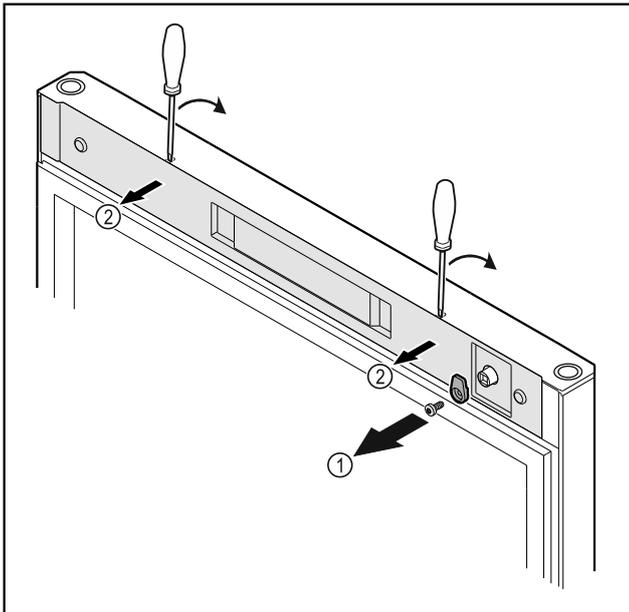

Fig. 12 \*
- ▶ Schließhaken Fig. 12 (1) abschrauben.\*
- ▶ Abdeckung Fig. 12 (2) mit einem kleinen Schraubendreher austrasten und abnehmen.\*